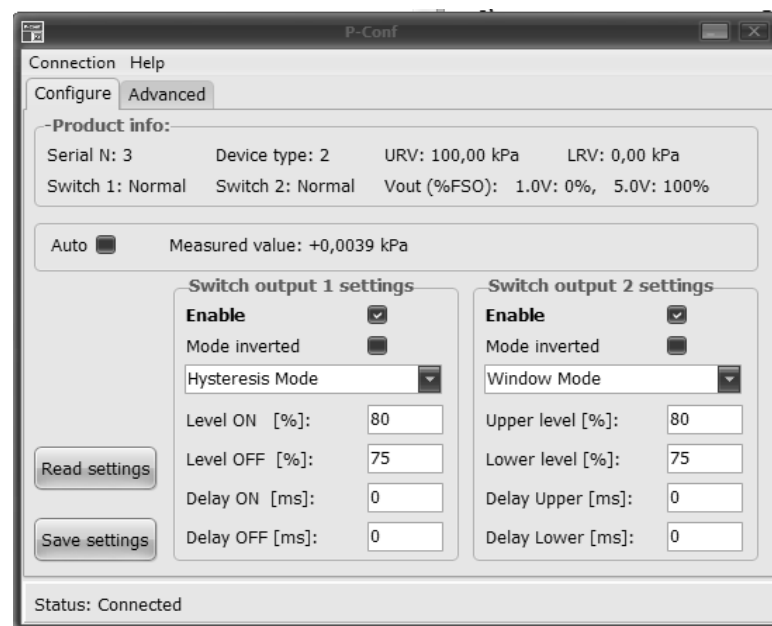
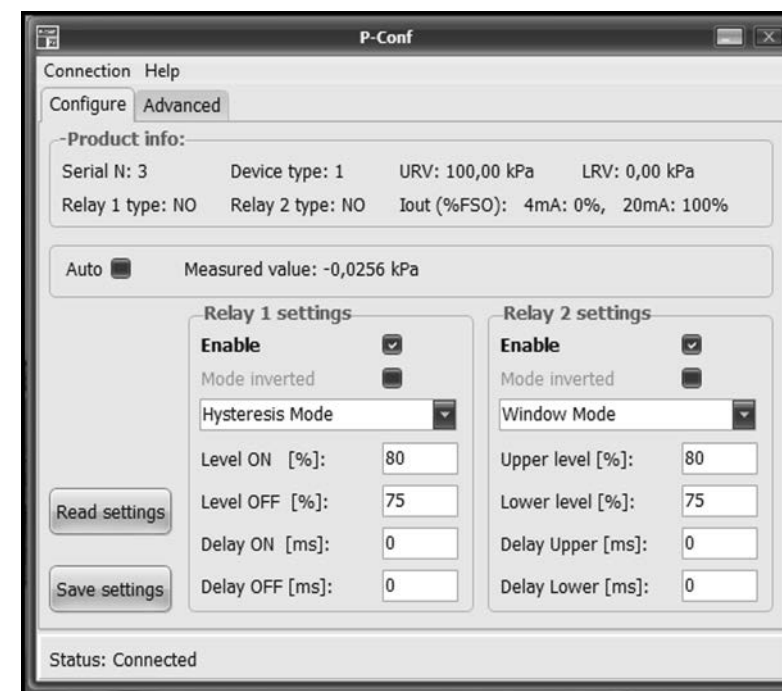

Рисунок 3 – Основное окно программы для моделей 3410p, 3420p
Рисунок 4 – Основное окно программы для моделей 3410r, 3420r
3) выбрать команду «**Connection** ▶ **Connect**» – после удачного соединения ПО с настраиваемым изделием появится основное окно с доступными настройками на вкладке «Configure» (рисунок 3 или 4).
В секторах «Switch output 1(2) settings» (рисунок 3), или секторах «**Relay 1/2 Settings**» (рисунок 4), при отмеченной опции **Enable**, имеется возможность установить основные параметры работы каждого реле, которые зависят от выбранного режима работы выхода: гистерезис, окно или импульс (таблица 1).